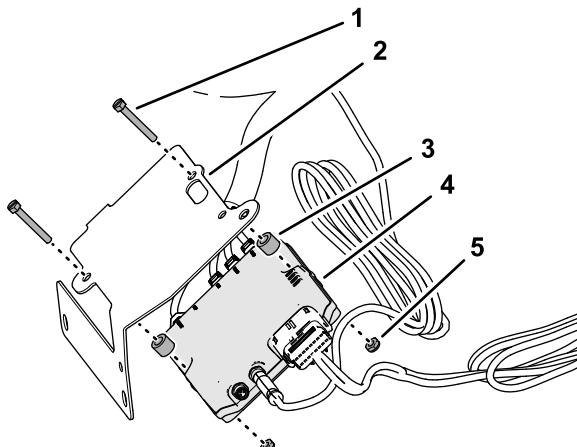

Figura 88
4. Monte el soporte del módem en el módem CL-55 con 2 tornillos mecánicos ranurados (Nº 10-24 x $1\frac{1}{2}$ "), 2 espaciadores ($\frac{1}{4}$ " x $\frac{3}{4}$ ") y 2 contratuercas (Nº 10-24), como se muestra en la **Figura 88**.